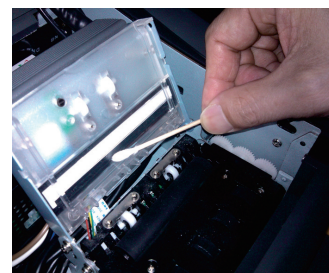
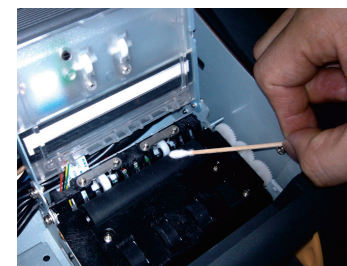

图34 阅读器透明窗
图35 清洁黑色传动轴
- 3) 用棉签沾取（玻璃清洁剂或水，不可有溢出液体）轻轻拭擦阅读透明窗和黑色传动轴（图34、图35）。注意不要用力拭擦白色压纸轮和金属片，这样会影响读票的顺畅，增加卡票的机率。在其上的灰尘、小污点、油墨等必须清除，以免影响阅读的准确性。